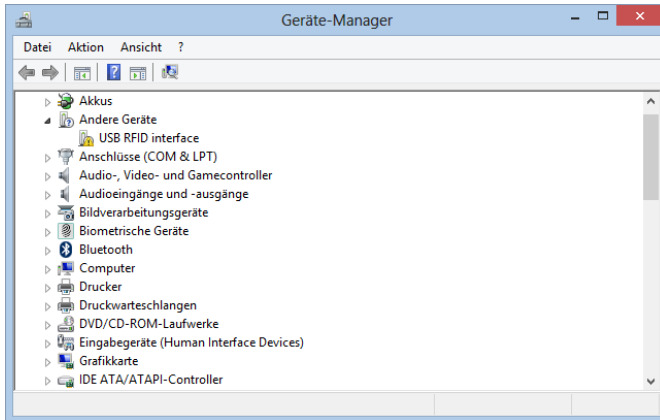

Abbildung 3: USB Treiberinstallation – Geräte-Manager
7. Im Geräte-Manager wird Ihnen nun das „USB RFID interface“ mit einem gelben Ausrufezeichen dargestellt. Klicken Sie bitte mit der rechten Maustaste auf den Eintrag und wählen Sie im Menü **[Treibersoftware aktualisieren]** aus, siehe Abbildung 3.